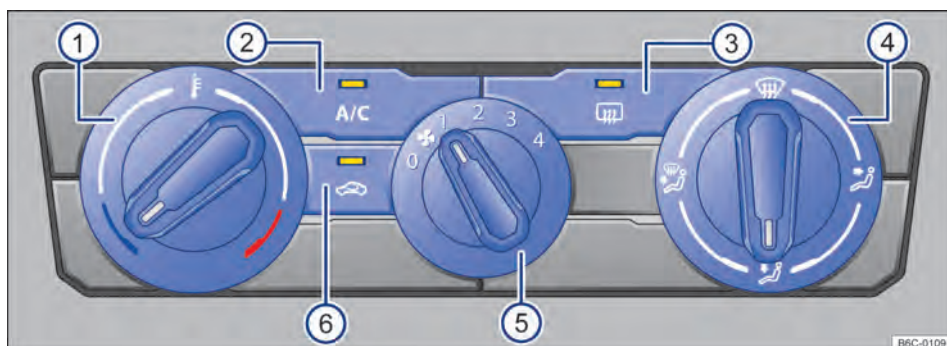

Fig. 79 Comandos do ar-condicionado.
- *Ar-condicionado*: girar o regulador do ventilador para o nível 0 → Fig. 79 (5).
- *Ar-condicionado*: pressionar o botão **A/C** → Fig. 79 (2) para ligar e desligar o funcionamento da refrigeração.
- *Ar-condicionado*: girar o regulador rotativo esquerdo → Fig. 79 (1).
- *Ar-condicionado*: girar o regulador do ventilador → Fig. 79 (5).
- *Ar-condicionado*: pressionar o botão → Fig. 79 (6).
- *Ar-condicionado*: girar o regulador da direita → Fig. 79 (4) para posição desejada.
- *Ar-condicionado*: girar o regulador direito para a posição  → Fig. 79 (4).
- *Ar-condicionado*: pressionar o botão  → Fig. 79 (3).